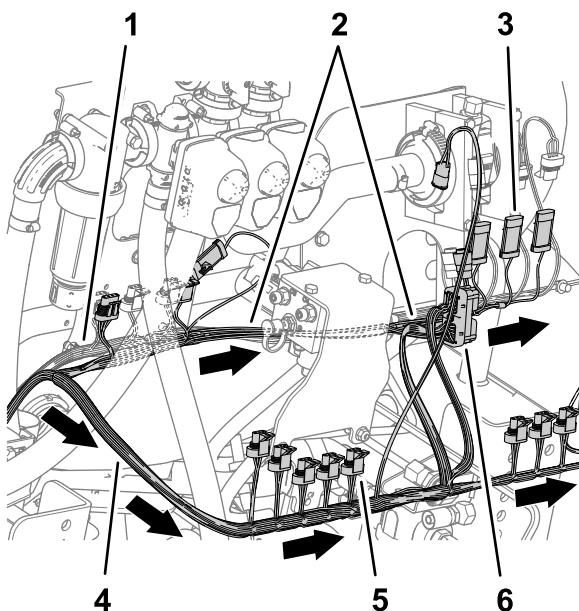

Figura 83
7. En la parte trasera de la máquina, enrute la rama de 89 cm del arnés de cables hacia adelante, por delante del distribuidor de elevación, y a la derecha del caudalímetro, según se muestra en la Figura 83.
- Enrute la rama de 102 cm del arnés de cables por detrás del distribuidor de elevación y hacia la derecha, según se muestra en Figura 83.